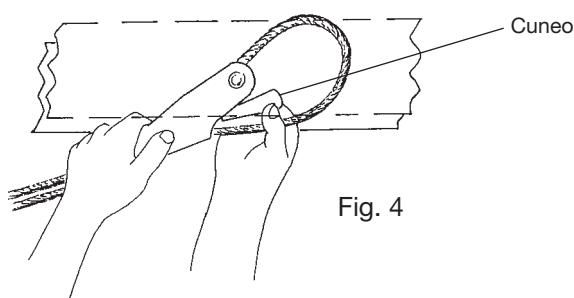
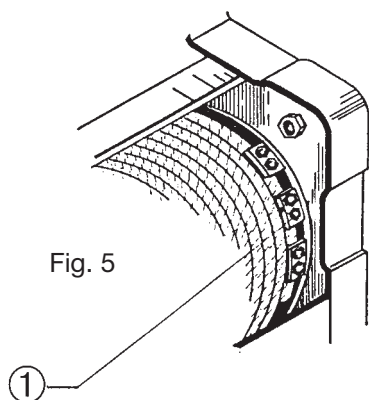

Fig. 4
Fig. 5
Per lo smontaggio della fune: sfilare il cuneo capofisso (Fig. 4), quindi togliere il capo della fune dalla staffa e sfilare la fune dalle pulegge bozzello ed eventuale rinvio. Svolgere completamente la fune dal tamburo premendo il pulsante "discesa" della pulsantiera di comando, fino all'estremità del tamburo. Allentare le viti di fissaggio morsetti della fune (Fig. 5).
Montaggio fune nuova: infilare la fune all'ultimo morsetto di fissaggio facendo uscire di circa 40 mm il capo della fune; stringere le viti del morsetto (Fig. 5 - pos. 1) serrando la fune fino allo schiacciamento della stessa e fissare gli altri morsetti.